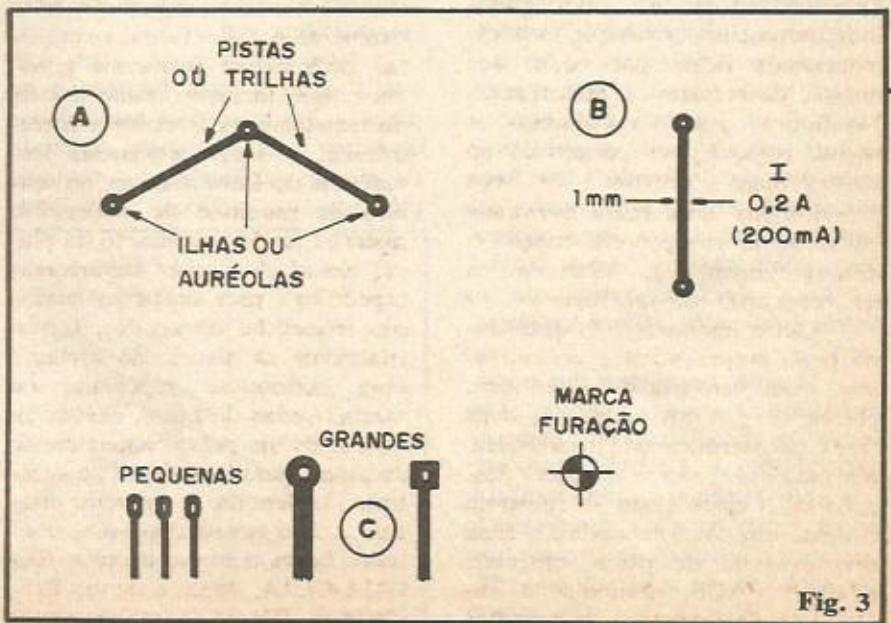

Fig. 3
- FIG. 3-A - Um lay out de Circuito Impresso é basicamente formado por dois tipos de configurações: as ILHAS (ou AUREOLAS) e as PISTAS (ou TRI-LHAS). As ILHAS servem para, através de um pequeno furo feito no seu centro, receber os terminais dos componentes, destinados à soldagem. Esta soldagem, ao mesmo tempo promove a fixação mecânica da peça e a sua conexão elétrica ao circuito e aos demais componentes... As PISTAS servem para a substituição direta dos "velhos" fios, ou seja: "levar" a ligação elétrica "pra lá e pra cá", até os pontos ou terminais que devem ser conectados uns aos outros...
- FIG. 3-B - Embora a forma final de ilhas e pistas não precise, obrigatoriamente, obedecer a normas muito rígidas, existe um preceito básico e imutável: AS PISTAS DEVERÃO SEMPRE SER AS MAIS CURTAS POSSÍVEIS! Esse axioma da "li-
- FIG. 3-C - Não só as pistas devem ser dimensionadas de acordo com a corrente! Também as ilhas devem apresentar tamanhos compatíveis. Além disso, alguns componentes apresentam pinos ou terminais com formatos e dimensões também específicos, exigindo que tamanho e forma das ilhas sejam desenhados de acordo... Assim, as ilhas podem ser pequeninas (para terminais de baixo calibre e sob baixa corrente) ou maiores, redondas, quadradas, etc., de acordo com a necessidade e conveniência. Ainda na fig. 3-C temos um outro padrão frequentemente encontrado nos lay outs de Circuitos Impressos: um círculo com uma "cruzeira", que refere-se a uma marca de furação, normalmente destinada à fixação da placa por parafusos, e não para ligações soldadas de terminais ou fios...